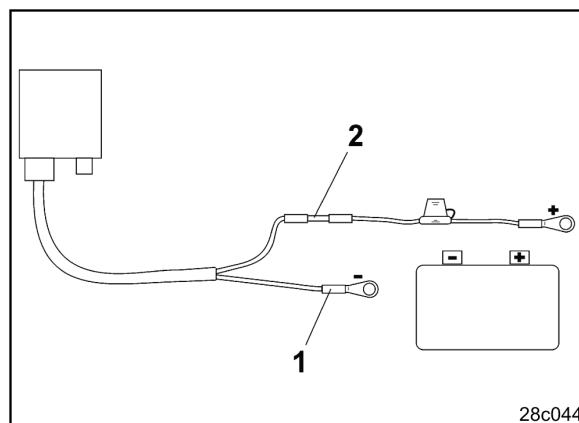

Fig. 6
4. Anslut den blå kabeln (jord) till det lösa ringstycket (Fig. 6/1).
6. För in den bruna kabeln (+ 12 Volt) i hylsan (Fig. 6/2)
8. Värm skarven (Fig. 6/2) med en varmluftpistol eller tändare tills limmet kommer ut